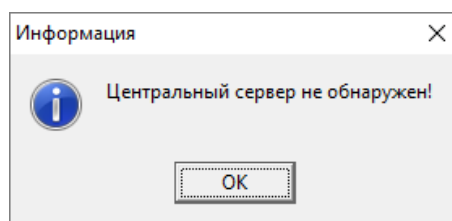

Рисунок 4-3 Окно с информацией об отсутствии связи с ЦСО
- при отсутствии связи с ЦСО будет отображено диалоговое окно с соответствующей информацией (см. Рисунок 4-3). Закройте это окно, после чего подключитесь к ЦСО и повторите инициализацию запуска программного модуля «Управление сервером»;